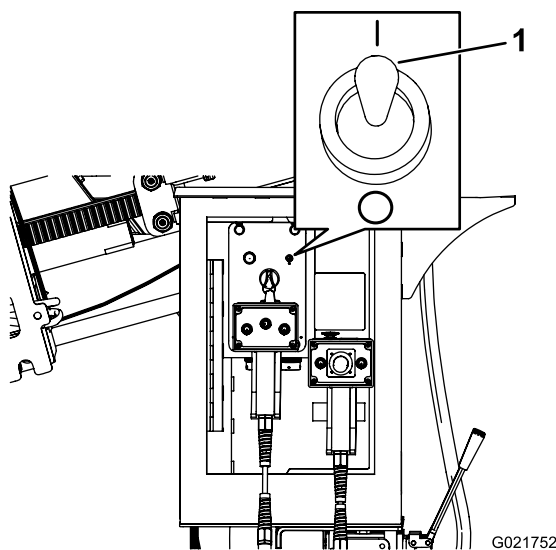

Figura 156
6. Ponga el interruptor de la manguera de pulverización en la posición de Encendido (Figura 156).